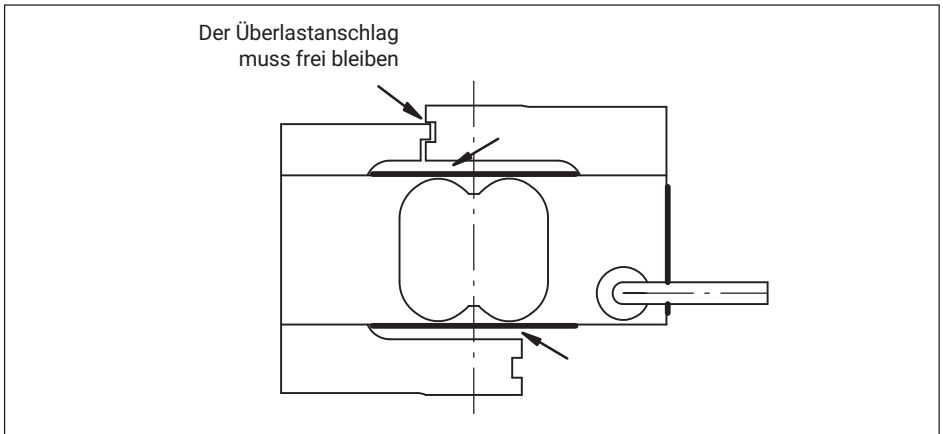

Abb. 6.1 Ablagerungen an den gekennzeichneten Stellen sind zu vermeiden
*Fehlmessungen können die Folge sein, wenn sich Staub oder Schmutz in den Wägezellen ablagern. Die betreffenden Stellen sind in Abb. 6.1 mit Pfeilen markiert.*